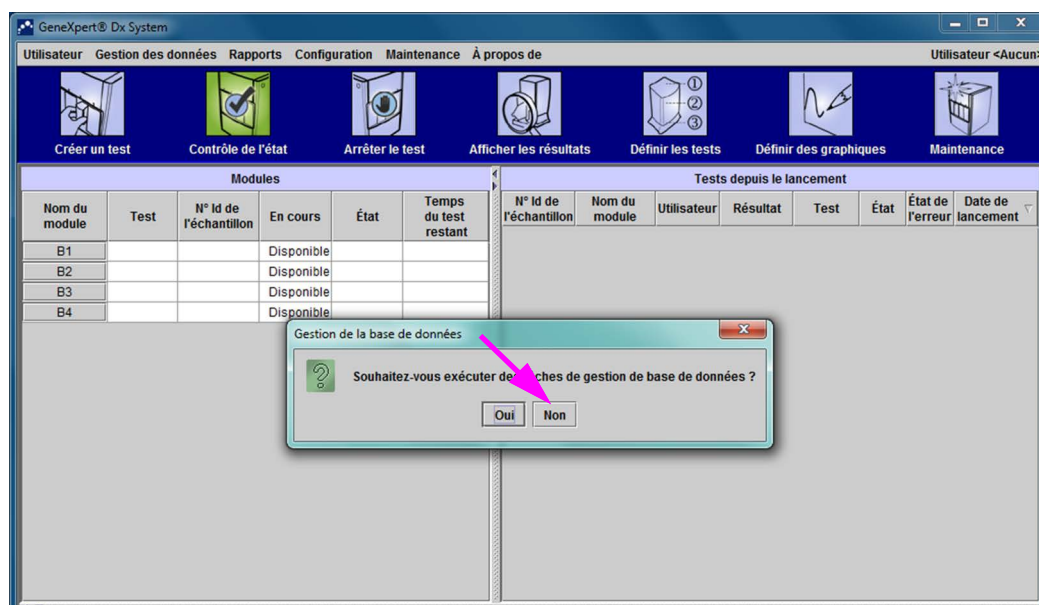

Figure 2-53. Fenêtre GeneXpert Dx System avec superposition de boîte de dialogue Gestion de la base de données
1. Dans la boîte de dialogue Attribuer une lettre à l'instrument, cliquez sur **OK** pour confirmer l'attribution d'une ou de plusieurs lettres à l'instrument, ce qui ferme la boîte de dialogue. La boîte de dialogue Gestion de la base de données s'affiche (cf. Figure 2-53).